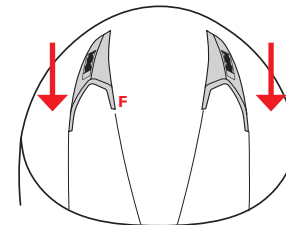

FIGURE 4
**PRISE D'AIR FRONTALE SUPERIEURE** — F — Figure 4/5
- Figure 4 : Déplacer les curseurs vers l'extrémité antérieure ; de cette façon, les prises d'air seront complètement fermées.